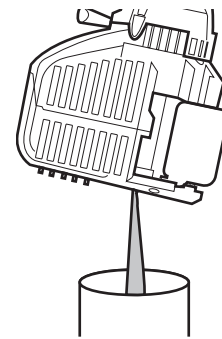

Fig. 16
- Si el nivel de aceite es demasiado alto, incline la unidad y drene el exceso de aceite en un recipiente adecuado (Fig. 16).
3. Incline la unidad verticalmente para verter el aceite fuera del orificio de llenado de aceite y al interior del recipiente (Fig. 16). Deje bastante tiempo para que se drene completamente.